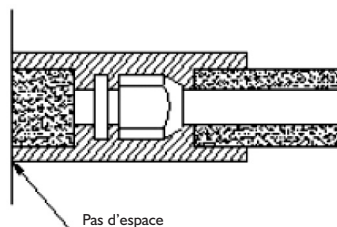

Fig. 4
2. Le raccord à l'unité intérieure doit être entouré d'un isolant thermique. Il ne doit pas rester d'espace entre le raccord et la paroi de l'unité intérieure. Voir Figure 4.